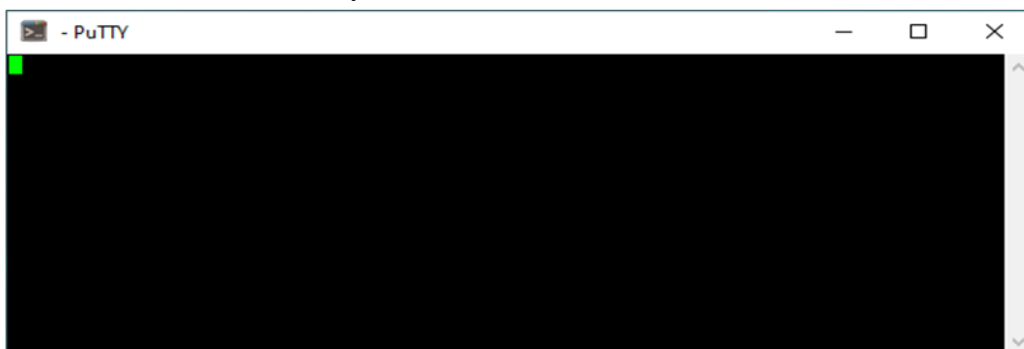

Рисунок 1
2) Запустить программу PuTTY на ПК, в списке портов выбрать порт вашего преобразователя COM-TTL, см. Рисунок 1.